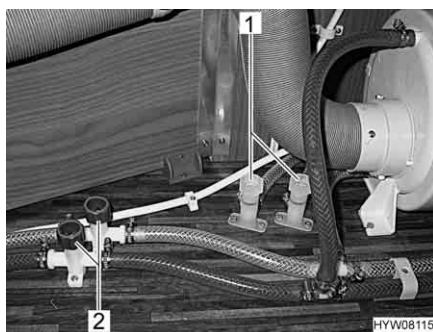

Fig. 105 Rubinetti di scarico scaldacqua
- Chiudere tutti i rubinetti di scarico. Ruotare i coperchi (Fig. 105,1 e 2) in senso orario.